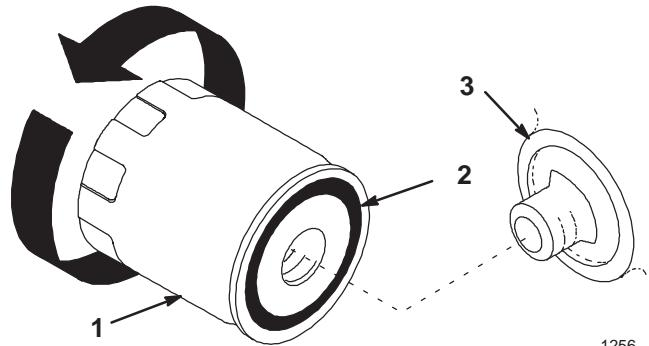

Bild 53
- Entfernen Sie den alten Ölfilter der Antriebsachse (Bild 53).
- Wischen Sie die Dichtungsfläche am Filteransatz ab (Bild 53).
- Ölen Sie die Gummidichtung am Austauschfilter (Bild 53) leicht mit Frischöl ein.
- Drehen Sie den Austauschfilter der Antriebsachse auf den Anbaustutzen auf. Drehen Sie den Filter im Uhrzeigersinn, bis die Gummidichtung den Anbaustutzen berührt. Ziehen Sie ihn dann um eine weitere 3/4-Umdrehung fester (Bild 53).